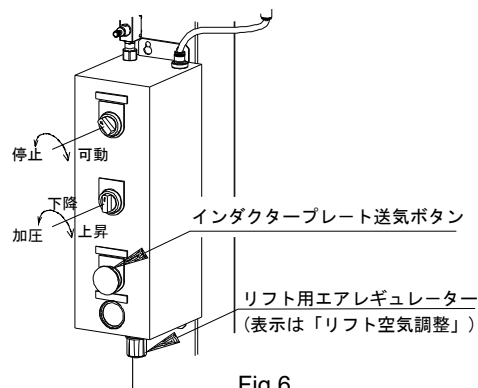

Fig.6
2. リフトが下がりきっていることを確認して、一旦コントロールボックスの切換スイッチを『停止』と『下降』にしてください。(Fig.6)